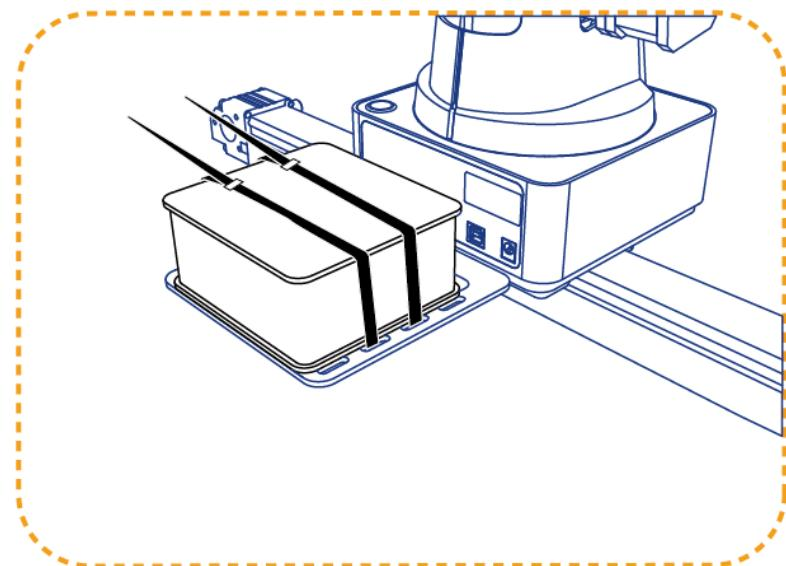

图 5.190 固定气泵
2. 用扎带将气泵盒固定在固定板c，如图 5.190所示。并连接机械臂，气泵盒与机械臂的连接请参见5.2.1 安装吸盘套件。